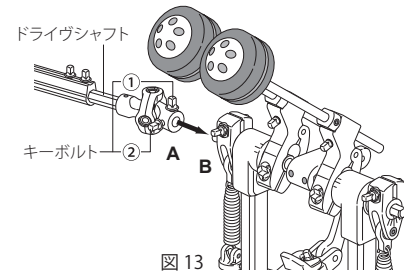

図 13
メインペダルの左側とサブペダルの右側にある接続部(突起部)(B)にドライブシャフトのジョイント部(A)を接続します。その際、サブペダルは突起部の平らな面が上にくるようにフットボードの角度を設定します。最後に付属のドラムキーでキーボルトを①、②の順でしっかりと締めてください(図13、14)。